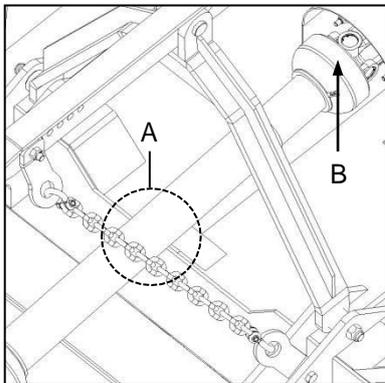

Fig. 3 (F60-350V)
- ✓ Following installation of the PTO driveshaft, lift the implement to the appropriate transport height and ensure that there is no contact between the PTO driveshaft and the implement (Fig. 3-A/4-A).
- ✓ Ensure that universal joint operating angles are not exceeded, and that over-compression or over-extension of the PTO driveshaft is prevented (Fig. 3-B/4-B).
- ✓ Nadat die kragtakkeras geïnstalleer is, lig die implement tot op die gepaste vervoerhoogte en verseker dat daar geen kontak tussen die kragtakkeras en die implement is nie (Fig. 3-A/4-A).
- ✓ Verseker dat kruiskoppelingwerkshoeke nie oorskry word nie en maak seker dat die kragtakkeras nie te veel saamgepers of oorverleng is nie (Fig. 3-B/4-B).